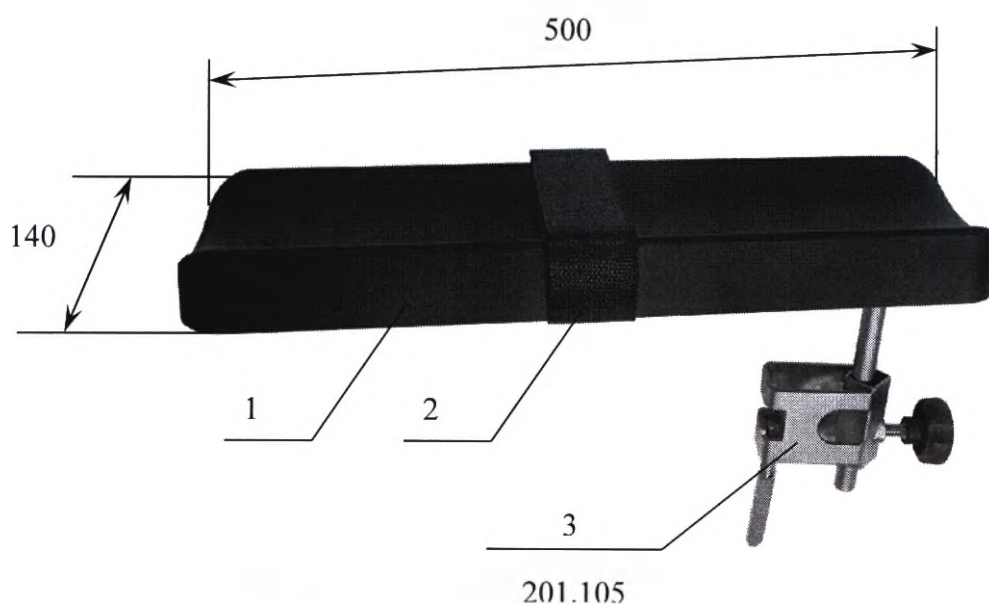

Рисунок 3. Столик для инъекций.
3. Столик для инъекций (опора для руки) (Рисунок 3). Профилированное ложе 1 из пенополиуретана, нержавеющие монтажные элементы. Регулируется по высоте и поворачивается вокруг вертикальной оси. Оснащен зажимом 201.105 и фиксирующим ремнем. Максимальная допустимая нагрузка – 15 кг.